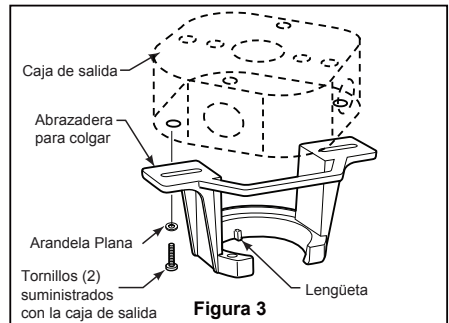

Figura 3
Uso del soporte (Figura 3)
- ☐ 3. Afloje los dos tornillos de fijación del soporte del barral de soporte para techo a través de la varilla. Introduzca los cables a través de la varilla. (Figura 3)
- ☐ 1. Fije bien la abrazadera para colgar a la caja de salida (no se incluye) con los tornillos y las arandelas provistas con la caja de salida. (Figura 3)
2. Deslice el receptor en el soporte de suspensión antes de realizar el cableado como se muestra en la figura 3.
- ☐ 3. Extraiga uno de los tres tornillos del unidad del carcasa de interruptor y guarde los tornillo para pasos posteriores. Afloje levemente los otros dos tronillos. (Figura 3)
3. Retire la cubierta de la batería del control remoto con un destornillador y conserve el tornillo para luego. (Figura 3)